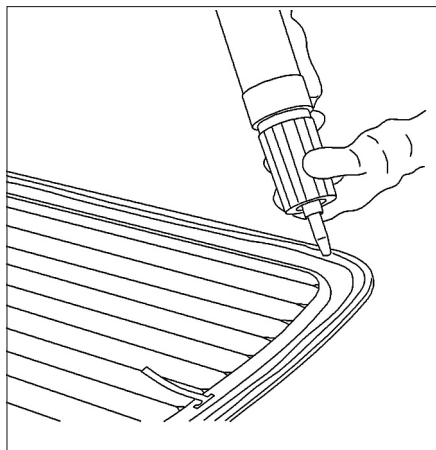

FIG. 8
- Appliquer le cordon adhésif sur le pourtour de la vitre (hauteur du cordon 12 à 15 mm) (Fig.8).